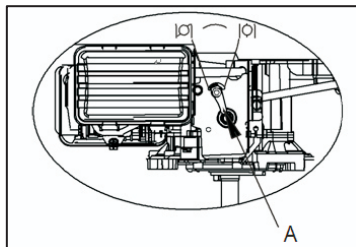

Fig. 2B A. Gashendel
b) Zet de gashendel in de chokestand . (Fig 2B )